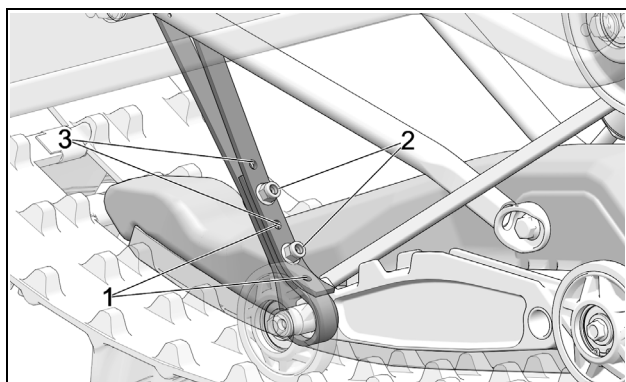

Figure 15
- Il y a 3 positions d'ajustement de la courroie: Voir la Figure 15.